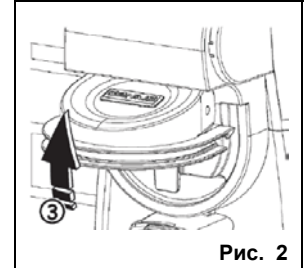

Рис. 2
2. Открыть крышку механизма отпираания. Рис. 2